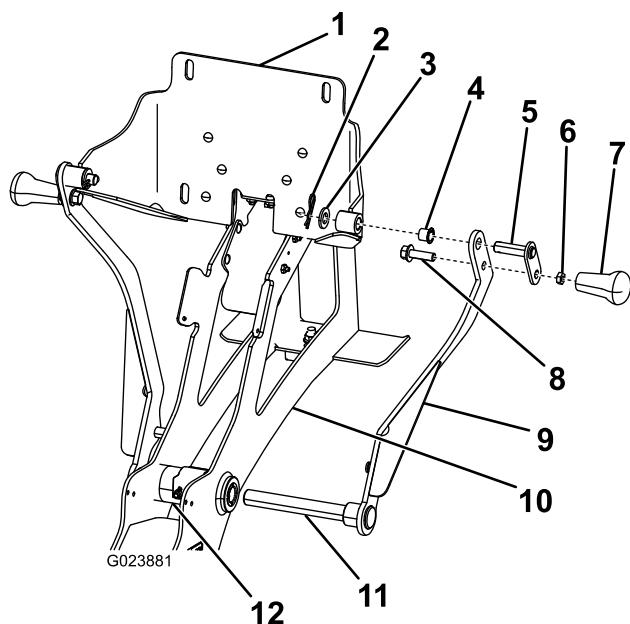

Figure 5
10. Insérez l'axe du bras de berceau droit dans la tige d'articulation (Figure 5).
15. Fixez la poignée à la plaque d'appui au moyen d'une rondelle plate et d'une goupille fendue, comme montré à la Figure 5.